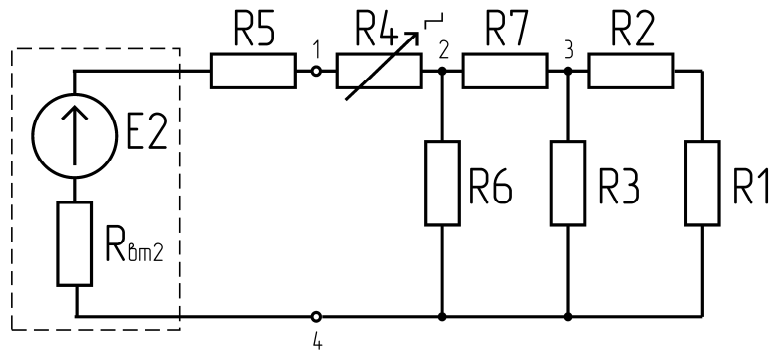

Рис.8
4. Для проверки справедливости эквивалентного преобразования собрать цепь по схеме рис.8, установив $R_4=150 \text{ Ом}$, $E_2=20 \text{ В}$.
5. Измерить напряжения U_{14} , U_{12} , U_{23} , U_{24} , U_{34} и, используя закон Ома, определить токи во всех ветвях и эквивалентное сопротивление цепи $R_{экв}$ относительно клемм 1-4 цепи рис.8. Результаты записать в табл.3.
3. Рассчитать входное сопротивление пассивной части цепи рис.8 относительно клемм 1-4 $R_{экв}$. Расчеты привести в отчете, результат записать в табл.3.
4. Рассчитать значения токов I_2, I_3, I_6, I_7 и $I_{вх}$ цепи рис.8. Расчеты привести в отчете, результаты записать в табл.3.